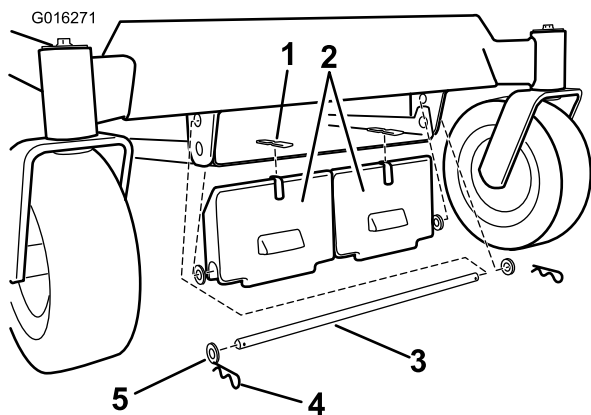

Figure 2
2. Montez le pare-chocs adhésif sur la masse (Figure 2).
3. Montez les masses à l'avant du châssis de la machine. Fixez la masse avec une tige, quatre rondelles et deux goupilles fendues, comme montré à la Figure 2.